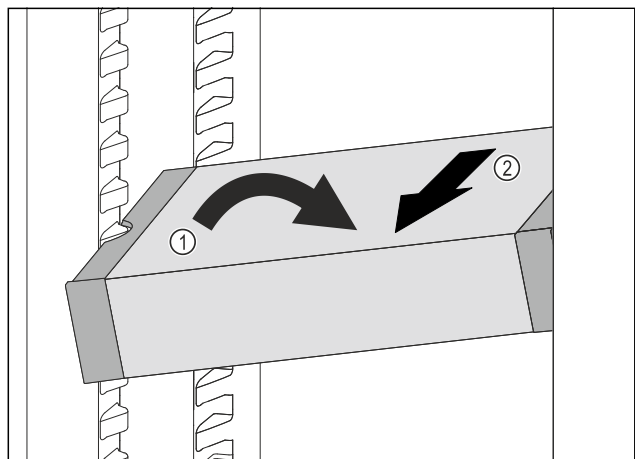

Fig. 47
- ▶ Наклонете VarioSafe в хладилната част. Fig. 47 (1)
- ▶ Извадете VarioSafe напред. Fig. 47 (2)